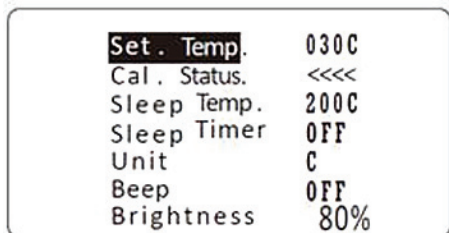

Рис. 7
6.3.3. Когда статус показывает «<<<<» (рис. 7.), это означает, что значение реальной температуры «RealTemp.» было откалибровано и температура была уменьшена.